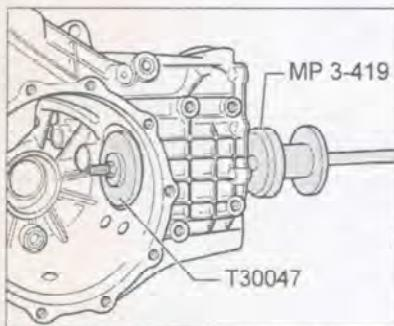

Рис. 7.266. Извлечение наружной обоймы большого роликоподшипника.
1. Выпрессуйте наружную обойму большого роликоподшипника с помощью специального инструмента (рис. 7.266). Сторона диска T30047 уступом должна быть обращена в сторону обоймы подшипника.